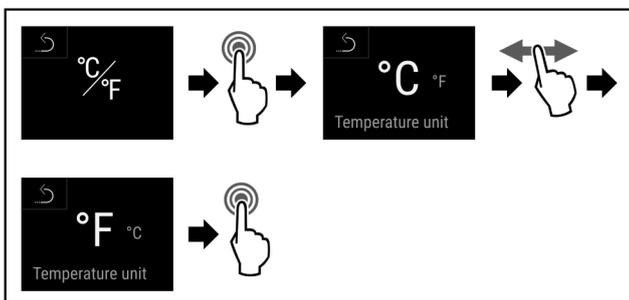

Fig. 108
- u Handlungsschritte (siehe Fig. 108) durchführen.